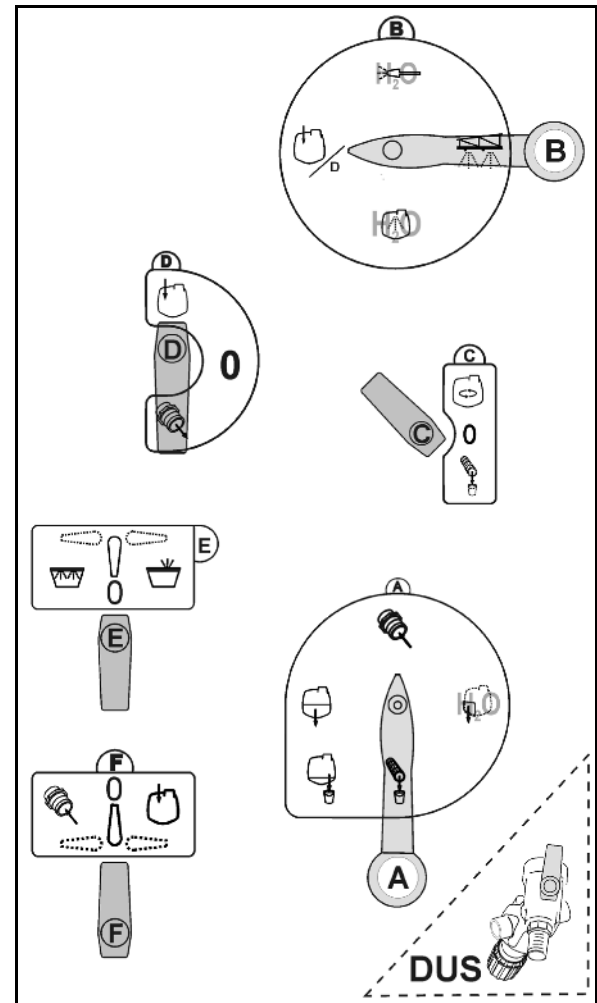

図 14
5. 制御装置において切り替え栓を指定位置 (図 14) に切り替えます: